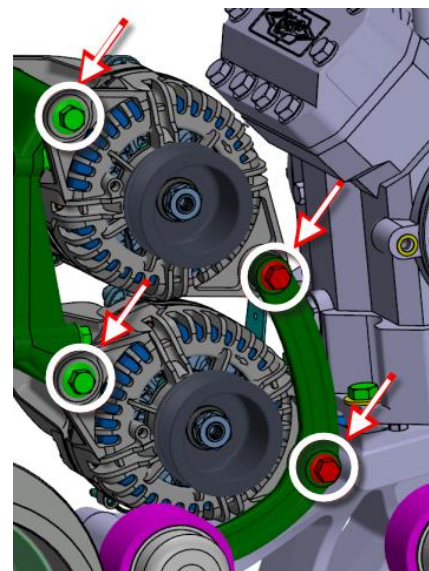

FIGURE 13
19. Retirer les alternateurs. Pour ce faire, dévisser les quatre boulons de montage identifiés sur la **FIGURE 13**.